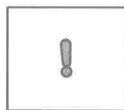

图 1-2 警告符号
- (2) 警告：该符号表示一种信息，如果不遵守该符号，可能会导致人员伤害或严重的财产损失，必须随时遵守，如图 1-2 所示。